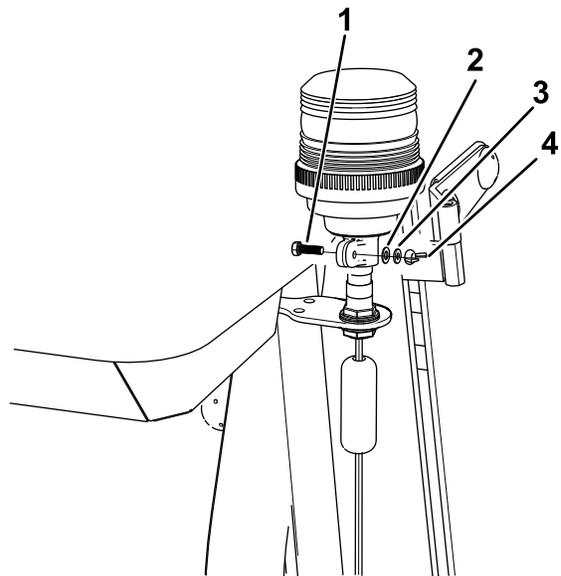

Figure 19
- Serrez l'écrou à oreilles sur le collier (Figure 19).